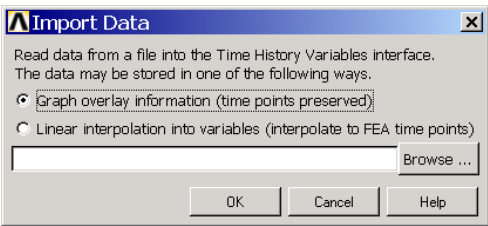

图7.8 导入变量对话框
- (1) 在【Time History Variables】对话框中单击  按钮，弹出如图 7.8 所示的【Import Data】对话框。